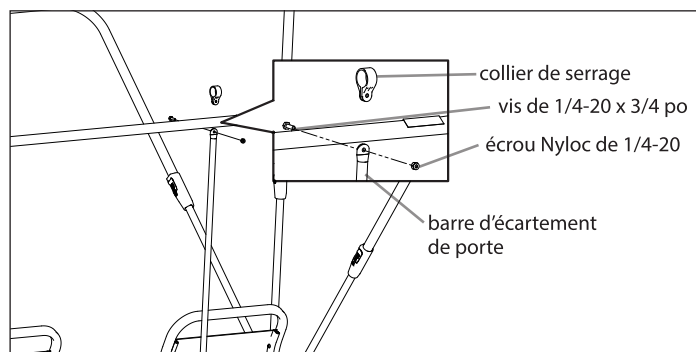

FIGURE 12
18. Pour attacher la barre d'écartement arrière (15703), suivre les instructions d'assemblage de la barre d'écartement de porte ci-dessus. Une fois que la barre d'écartement arrière est attachée à la traverse supérieure arrière, engager son goujon en plastique dans le trou au centre du rebord arrière du traîneau. Cela permet à la traverse supérieure arrière d'être maintenue en hauteur. **VOIR FIGURE 12**